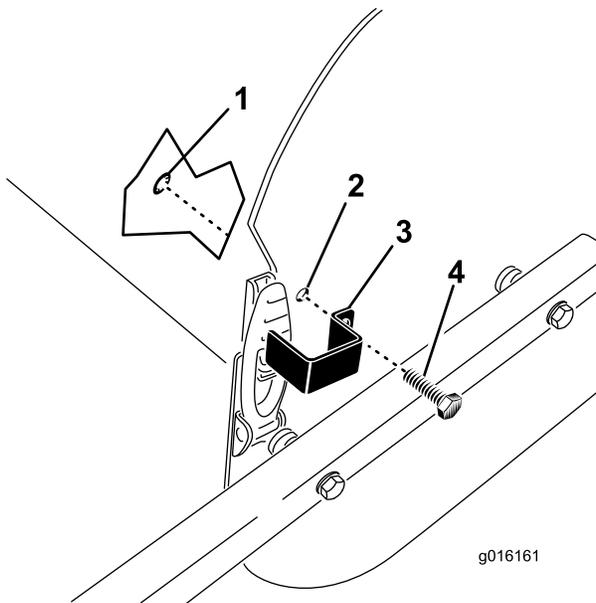

Figura 33
1. Coloque la pletina del cierre sobre el cierre del capó alineando el orificio de montaje con el orificio de la chapa lateral (Figura 33).
2. Sujete la pletina del cierre a la chapa lateral con un perno de rosca completa y un anillo de retención (Figura 33).